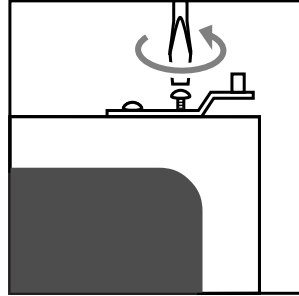

Abb. 9b
- Das Scharnier, das sich nun auf der oberen Seite befindet, entfernen (Abb. 9b). Achtung: der Ring gehört zum unteren Scharnier.